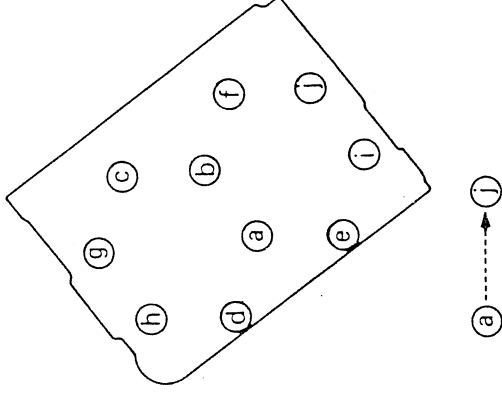

fig. 1
- Die Anzugsfolge entnehmen Sie der Fig. 1